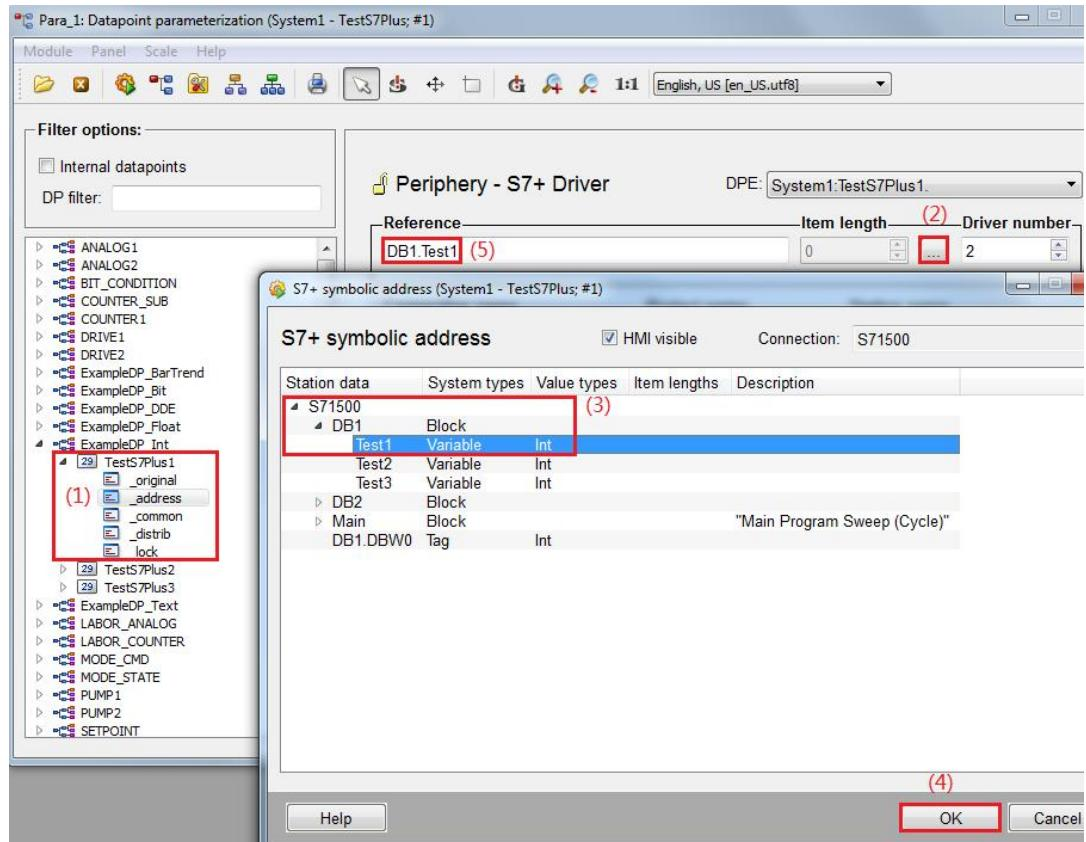

图 3-4 在“S7+ symbolic address”对话框中选择关联的符号地址
3) 打开 Para 编辑器，在测试变量（例如 TestS7Plus1）上添加“ _address ”配置，双击“ _address ”节点，选择“ SIMATIC S7PLUS ”，点击“ Configure ”按钮，打开“ Periphery - S7+ Driver ”对话框，如图 3-4 所示，图上标注了关键步骤（ 1 ）至（ 5 ）；点击“ Symbolic selection ”按钮，即步骤（ 2 ）下面的按钮；在“ S7+ symbolic address ”对话框中选择想要关联的符号地址，例如“ S71500 ”中的“ DB1.Test1 ”，点击“ OK ”按钮；则选择的地址会自动填充到“ Reference ”文本框中，并且“ Driver number ”、“ Connection name ”和“ Type of transformation ”等信息也会进行自动填充。